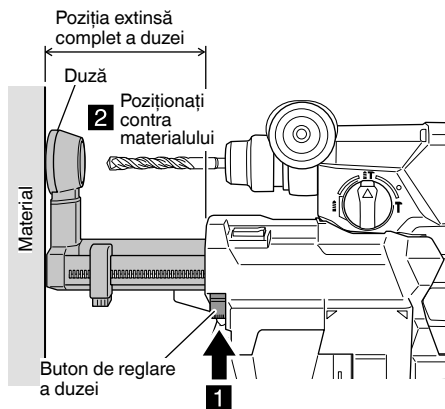

Fig. 5
- (1) Apăsați butonul de reglare a poziției duzei și asigurați-vă că duza este în poziție extinsă complet. (Fig. 5)
- (2) În timp ce țineți scula astfel încât să nu se apese comutatorul, poziționați duza contra materialului care urmează să fie perforat. (Fig. 5)